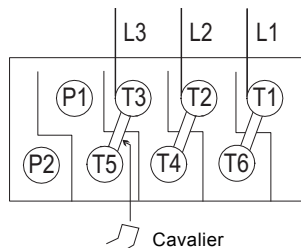

Fig. 16 Vitesse 2 (pour la vitesse rapide)
- figure 16 pour la vitesse 2-vitesse rapide.